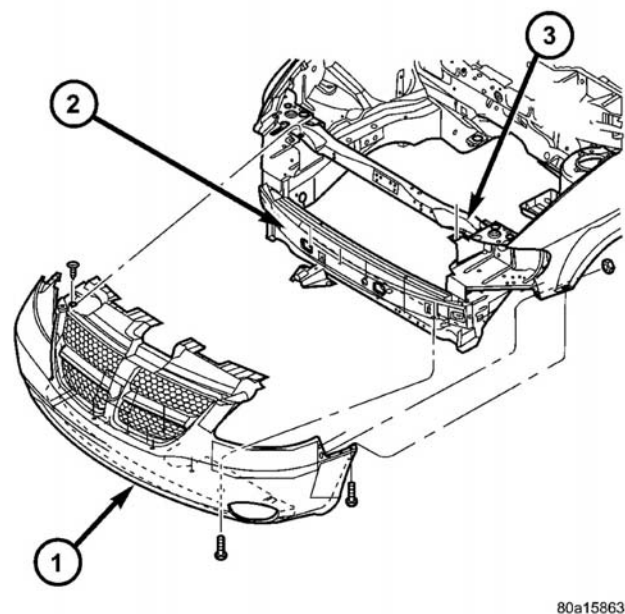

图 1 前保险杠面板
- (1) 松开发动机罩锁并打开发动机罩。
- (2) 卸下前照灯组件（参见 8—电器系统/车灯/灯光-外部/前照灯—拆卸）。
- (3) 升起车辆并用安全架支牢。
- (4) 卸下将保险杠面板/导风板底部固定至散热器隔板的 5 个螺栓。
- (5) 卸下前车轮。
- (6) 根据需要将前车轮罩挡泥板的紧固件拆下，以便接近将前保险杠面板安装至翼子板上的螺栓。（参见 23—车身/外部/轮罩挡泥板—拆卸）。
- (7) 卸下将保险杠面板固定至前翼子板上的两个螺栓和两个螺母（图 1）。
- (8) 必要时断开雾灯线接头。
- (9) 降下车辆。
(10) 在格栅两侧，卸下将格栅支架上部固定至前照灯安装板的两个螺栓。
(11) 从车上卸下保险杠面板。
- (1) 将前保险杠面板安装到车上。
- (2) 在格栅两侧，安装将格栅支架上部固定至前照灯安装板的两个螺栓。
- (4) 安装将保险杠面板固定至前翼子板上的两个螺栓和两个螺母（图 1）。面板应该与翼子板齐平。
- (5) 安装前车轮罩挡泥板的紧固件。（参见 23—车身/外部/轮罩挡泥板—安装）。
- (6) 安装前车轮。
- (7) 必要时连接雾灯线接头。
- (8) 安装将保险杠面板/导风板底部固定至散热器隔板的 5 个螺栓。